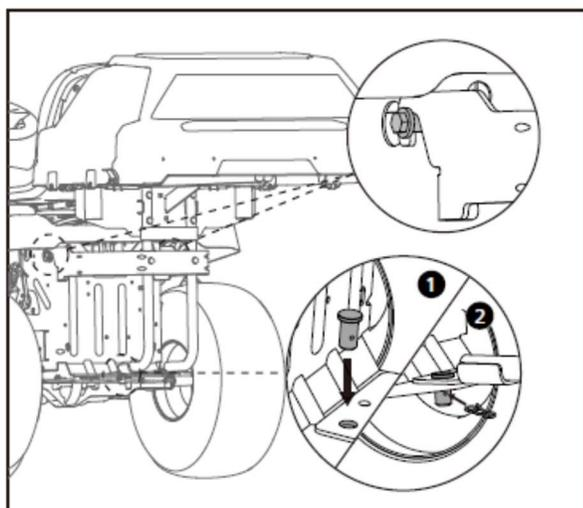

Fig. 9C
3. Enganche el colector de hierba los pernos de enganche a la derecha e izquierda de la base del cortacésped. Y fije el colector de hierba con el perno y el pasador (Fig. 9C)